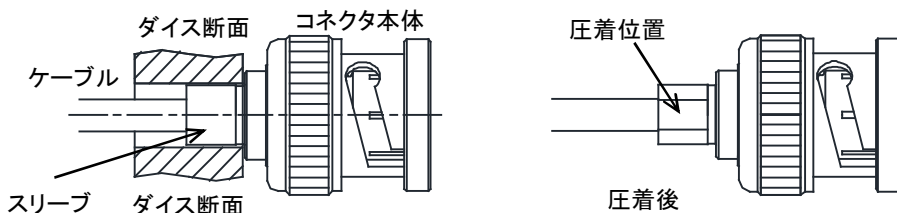

図4 スリーブの圧着
- ・圧着ダイスの裏面(刻印のない面[ハンドルを持った時の右側])を使用し、図4のようにスリーブのコネクタ本体側を圧着して下さい。(図は参考としてBNCコネクタを記載しております)